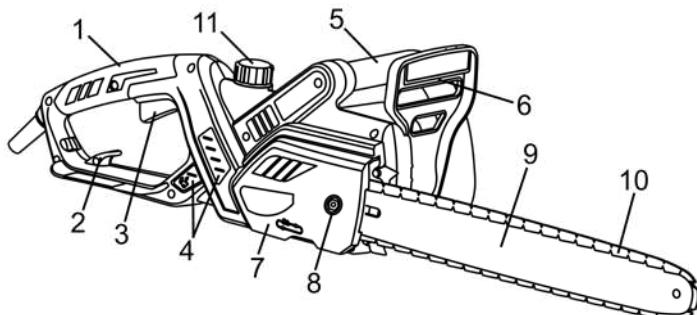

Рисунок 1
4.2 Для увімкнення виробу натисніть на кнопку блокування від випадкового вимикання (розташована з лівого боку основної рукоятки), а потім на важіль перемикача (3) (рис. 1). Для відключення виробу слід важіль відпустити.